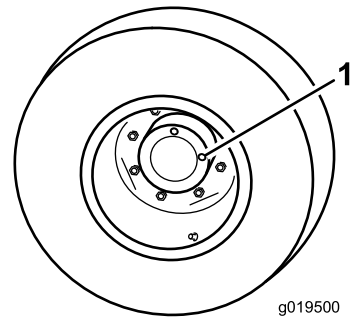

图 53
1. 机器在水平地面上时将车轮放置为 1 个检查塞在 12 点钟位置另一个在 3 点钟位置图 53。
2. 取出 3 点钟位置的检查塞 (图 53)。油位应位于检查塞孔的底部。